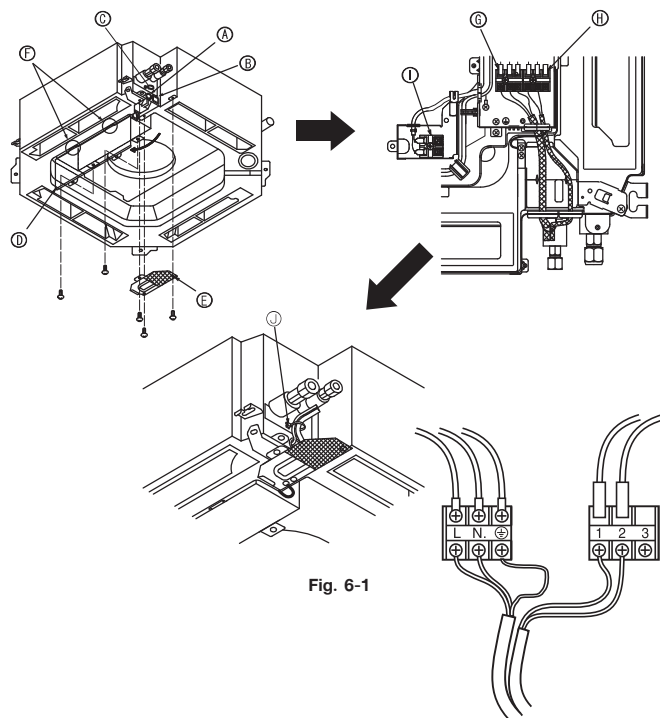

Fig. 6-1
6.1. เครื่องติดตั้งภายในอาคาร (Fig. 6-1)